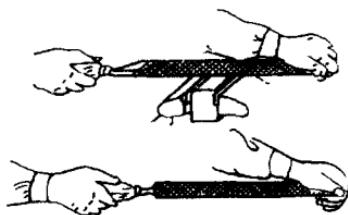

图 1-2 大型锉刀握持法
①大方锉与大平锉的握法:用右手握住锉刀柄,使拇指在柄上指向前方,其它四指卷于柄下,左手横握锉尖,拇指在上,其它四指卷于尖端下面,见图1-2。